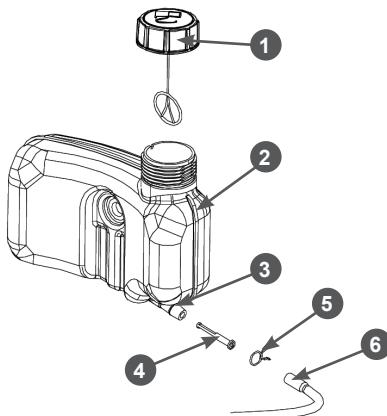

Рис. 20 Обслуживание топливного фильтра и топливного бака
- Снимите хомут 5 топливного шланга и снимите шланг 6 со штуцера 3 топливного бака (Рис. 20).
- Извлеките из топливного шланга 6 топливный фильтр 4 (Рис. 20). Проверьте его целостность и чистоту, при необходимости промойте чистым бензином или замените.